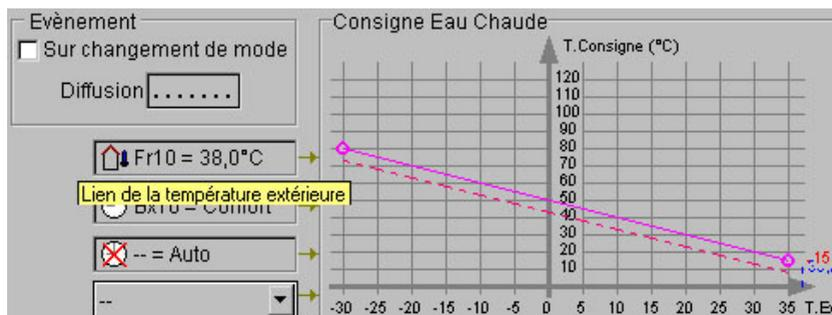

Figure 2.45 : Ressource Courbe de chauffe - Lien temp. extérieure
- Condition de création d'un évènement : vous pouvez cliquer sur la case "Sur changement de mode" (voir figure 2.45) et déclencher la création d'un évènement à chaque changement de mode manuel (réduit ou confort). En mode automatique, les changements de réduit à confort et inversement sont consignés dans le journal des évènements.